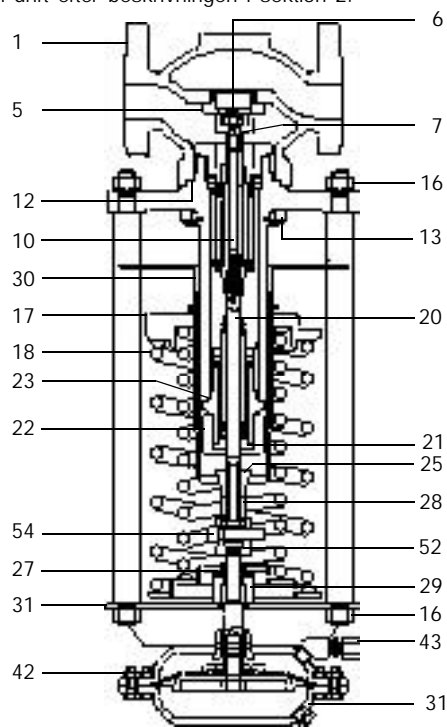

Fig 9
3.4.2. Att förnya eller byta ut Kontrollfjädersystem (fjädrarna) (Fig. 9.)
3.4.3. Byte av bälg tätning (Fig. 9)